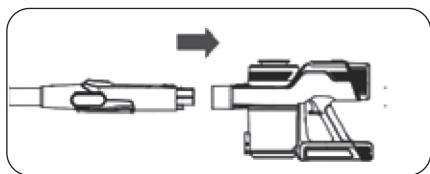

Figura 1
- Împingeți capătul tubului de aluminiu orizontal în orificiul de vid al aparatului pentru a vă asigura că este compact și nu este slăbit și că instalarea are succes după ce se aude zgomotul. (figura 1)